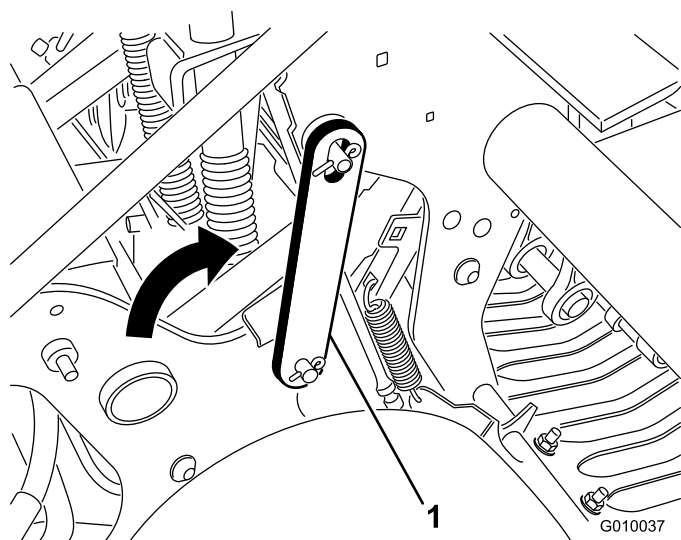

Figura 21
3. Girate indietro il fermo di servizio e inseritelo nella spina della testa di carotaggio (Figura 21). Fissatelo con l'anello Seeger.